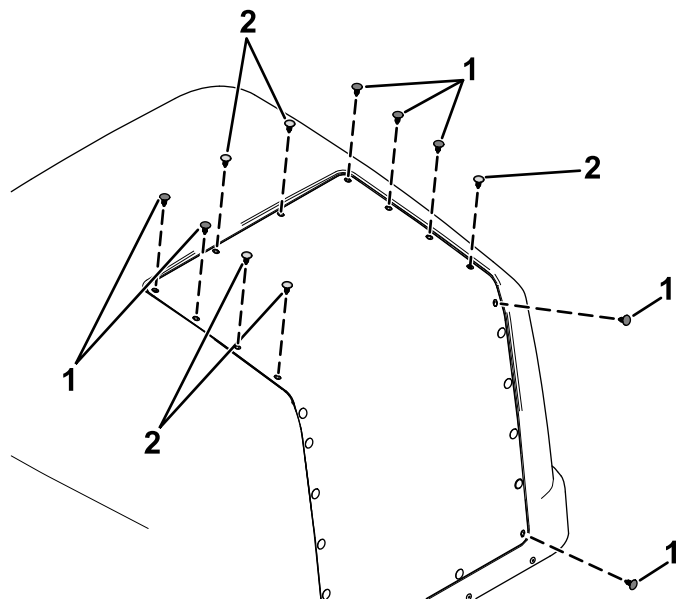

Bild 23
9. Entfernen Sie die 12 in Bild 23 abgebildeten Kunststoffstopfen von der Haube.
- Bewahren Sie die 5 Stopfen auf, die in Bild 23 dargestellt sind.
- Entsorgen Sie die 7 Stopfen, die in Bild 23 dargestellt sind.